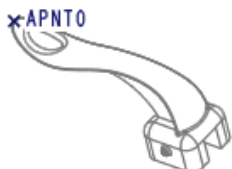

图 6.7 基准点 APNT0
Step2. 创建图 6.7 所示的基准点 APNT0。
- (1) 单击 **模具** 功能选项卡 **基准** 区域中的“创建基准点”按钮 , 系统弹出“基准点”对话框。
- (2) 按住 Ctrl 键, 在模型中选取 Step1 创建的轮廓曲线和 MOLD_RIGHT 基准平面为参考。
- (3) 单击对话框中的 **确定** 按钮。